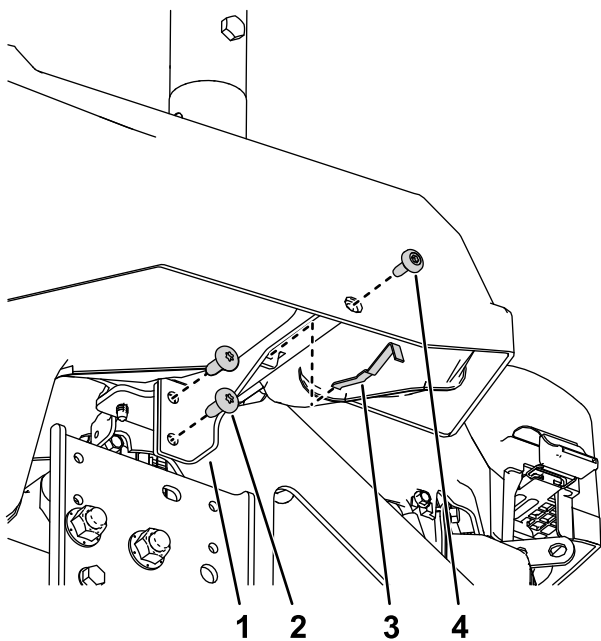

Figura 9
3. Instale o suporte esquerdo do módulo na estrutura da máquina utilizando os dois parafusos autorroscantes (5/16 x $\frac{3}{4}$ pol.) e as peças removidas em 1 Preparação da máquina \(página 3\) como se mostra na Figura 9.